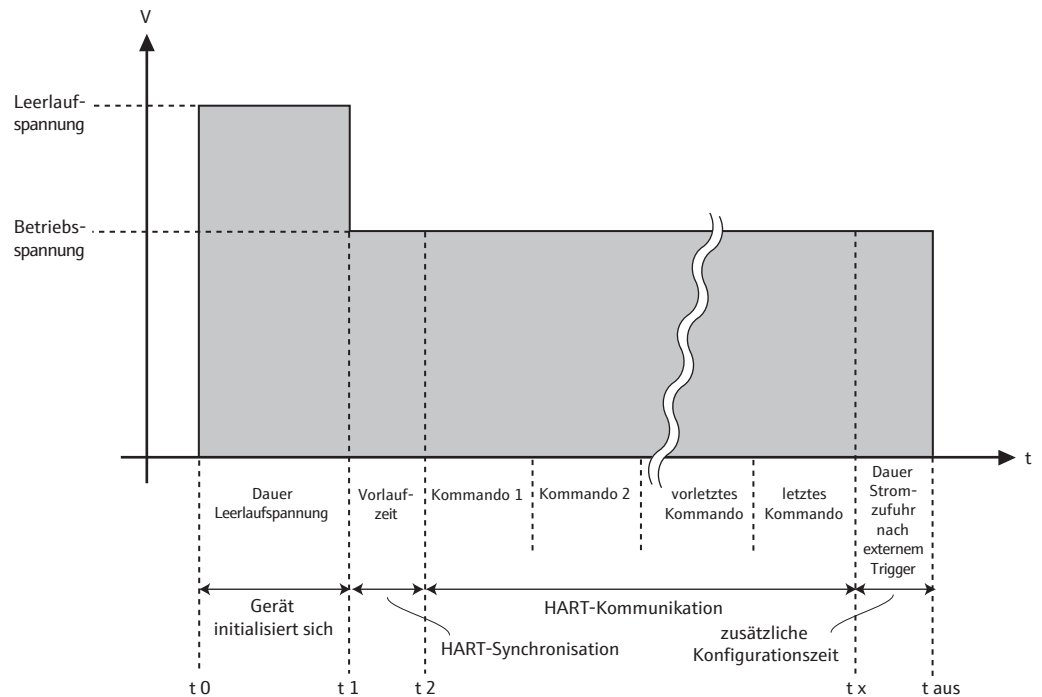

Abb. 10-3: Feldgeräteversorgungsparameter
- Die Bedeutung der einzelnen Parameter sind in der Abbildung "Abb. 10-3" dargestellt und in der Tabelle "Feldgeräteversorgung" erklärt.